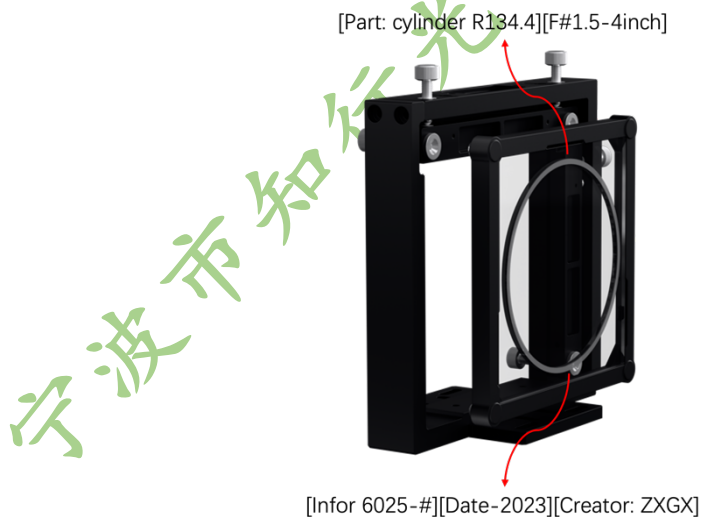

图 4: 柱面 CGH 吸附示意图
3. CGH 框上有四个球，将球吸附在调整架上，确保文字方向朝上，安装正确时，CGH 上下文字和下图 4 对应。